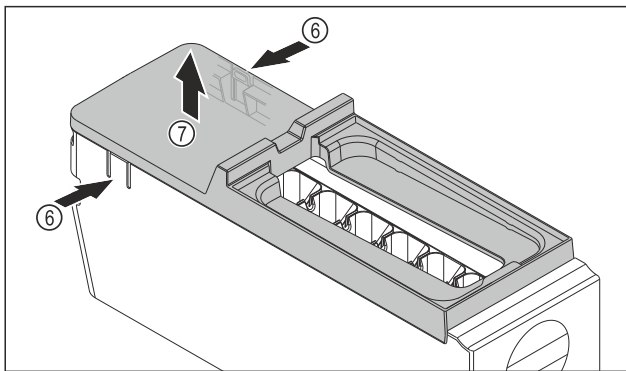

Fig. 105
- ▶ Abdeckung des EasyTwist-Ice-Korpus entnehmen: Laschen Fig. 105 (6) an den beiden Seiten des EasyTwist-Ice-Korpus mit einer Hand drücken.
- ▶ Abdeckung Fig. 105 (7) mit der anderen Hand nach oben entnehmen.